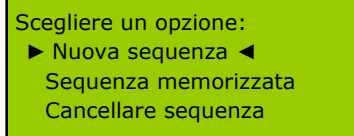

Figura 5.
- “*Nuova sequenza*” permette creare e memorizzare una nova sequenza di giri. Per selezionarla, situare il cursore vicino a questa opzione come si indica nella Figura 5 e spingere [ENTER].